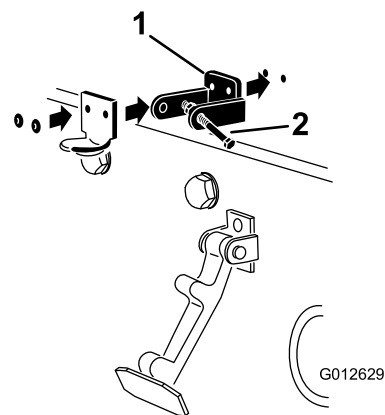

Figura 7
4. Mentre allineate i fori di montaggio, posizionate la staffa di bloccaggio CE e la staffa del fermo del cofano sul cofano (Figura 7).
6. Rivettate le staffe e le rondelle al cofano (Figura 7).